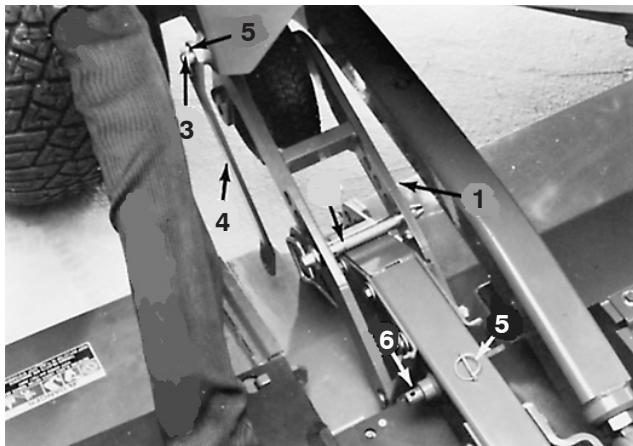

Figure 61
- Posez la biellette d'inclinaison sur la soudure à droite du groupe de déplacement et fixez-la en place avec la goupille "klik". Placez la biellette de manière qu'elle ne gêne pas le plateau de coupe quand il est relevé. Gardez la goupille "klik" restante à portée de main pour fixer l'autre extrémité de la biellette à la soudure du bras du plateau de coupe (Fig. 61).